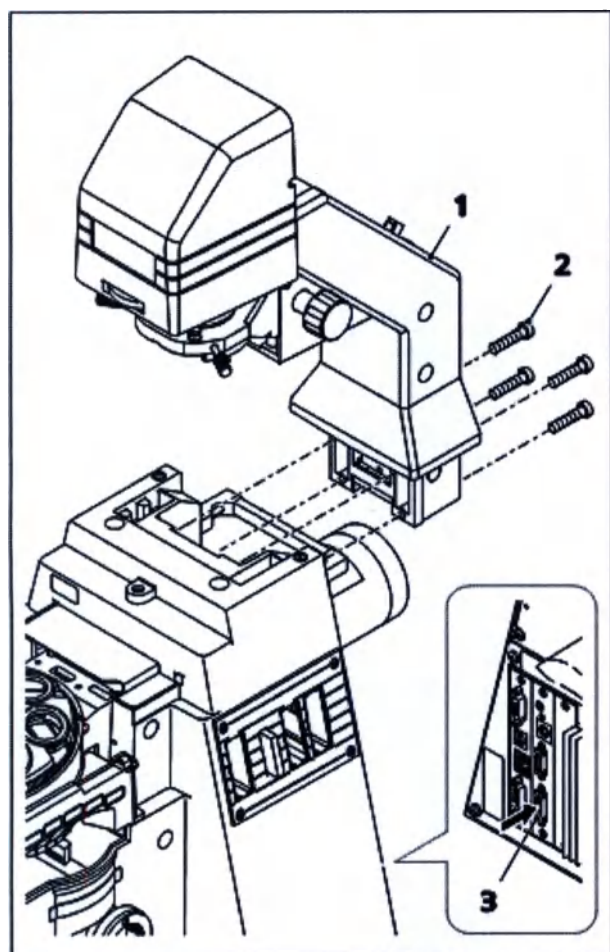

Рис. 17 Установка держателя осветителя для работы в проходящем свете
- Установите крепление (рис. 17/1) в задней части штатива и закрепите его четырьмя прилагаемыми винтами (рис. 17/2) при помощи торцевого ключа на 4 мм.
- Подключите разъем ЖК-дисплея (только в случае использования Axio Observer 5 и 5 materials) к гнезду держателя осветителя для работы в проходящем свете с ЖК-дисплеем (рис. 17/3) на задней стороне штатива.